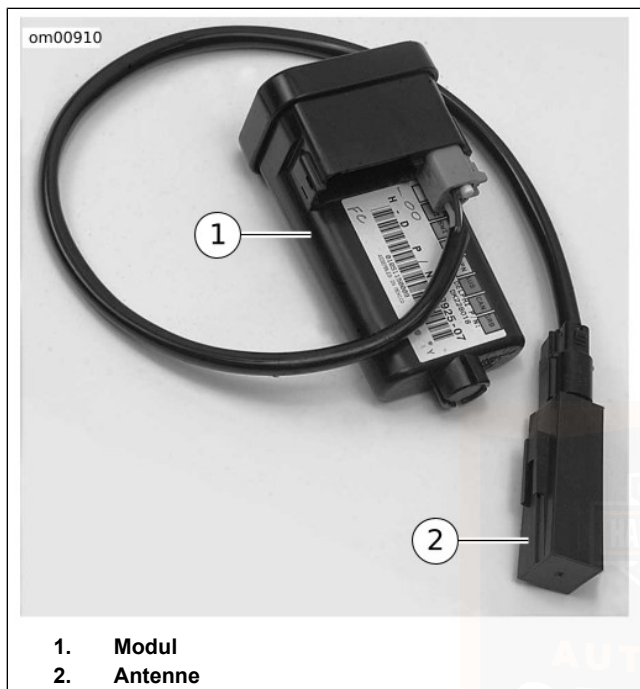

Abbildung 16. Smart-Sicherheitssystemmodul mit Antenne
Siehe Abbildung 16. Das Harley-Davidson Smart-Sicherheitssystem (H-DSSS) besteht aus dem Handsfree-Sicherheitsmodul (HFSM) (1) und einer Handsfree-Antenne (2), die auf dem Motorrad montiert sind, sowie dem Handsfree-Schlüsselanhänger, der vom Fahrer/Sozium **mitgeführt** wird.